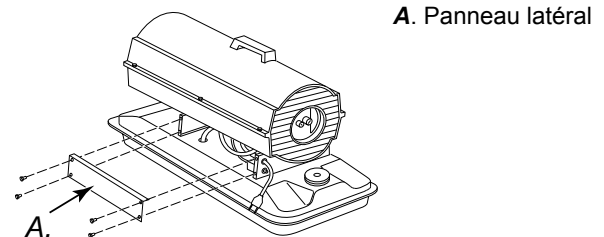

Figure 29 – Retrait du panneau latéral.
1. À l'aide d'une clé à douille de CH8, retirer les quatre vis du panneau latéral (voir Figure 29).